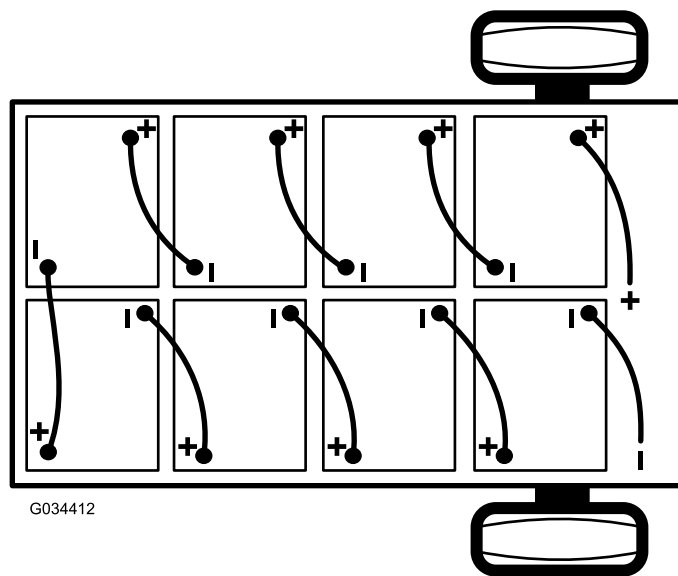

Figura 42
2. Scollegate il cavo negativo principale della batteria (nero) che collega la serie di batterie al punto di messa a terra della macchina (Figura 42).
3. Scollegate il cavo positivo principale della batteria (rosso) che collega la serie di batterie al contactore principale della macchina (Figura 42).
- Nota:** Prestate attenzione alla polarità delle batterie quando montate le batterie nuove (Figura 42).
6. Collegate le batterie come mostrato in Figura 42 con i cavi interconnessi alle batterie rimossi al punto 1.
2. Collegate il cavo positivo principale (rosso) della batteria tra la serie di batterie e la macchina (Figura 42).
3. Collegate il cavo negativo principale (nero) della batteria tra la serie di batterie e la macchina (Figura 42).